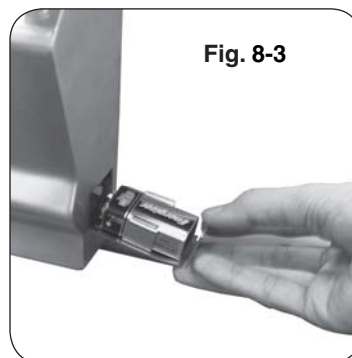

Fig. 8-2 - Éclairage manuel
2. Insérez un allumeur brûlant de butane de long-baril, une allumette brûlante de long-tige, ou une allumette brûlante tenue par un support de prolongation de fil par la grille à cuire s'ouvrant au brûleur (fig. 8-2). Tenez la flamme contre le bord du brûleur.
4. Si le brûleur ne s'allume pas, enfoncez immédiatement le bouton et tournez la valve à AU LOIN. ATTENDEZ CINQ (5) MINUTES avant de répéter les étapes 2 à 4 des instructions manuelles d'éclairage.